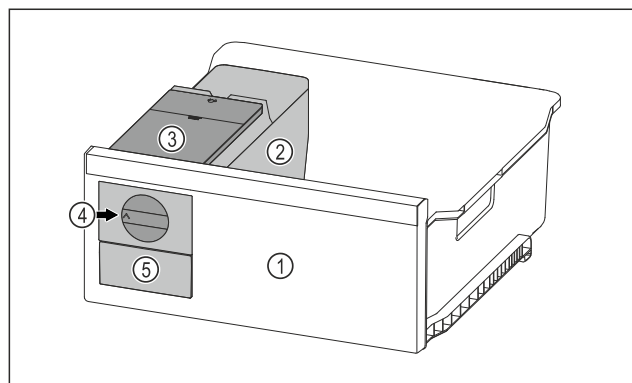

Fig. 80 Przykładowa prezentacja
- ▶ Pokrętko Fig. 80 (4) obrócić zgodnie z ruchem wskazówek zegara.
- ▷ Kostki lodu wypadają do pojemnika na kostki lodu w szufladzie na kostki lodu Fig. 80 (5).